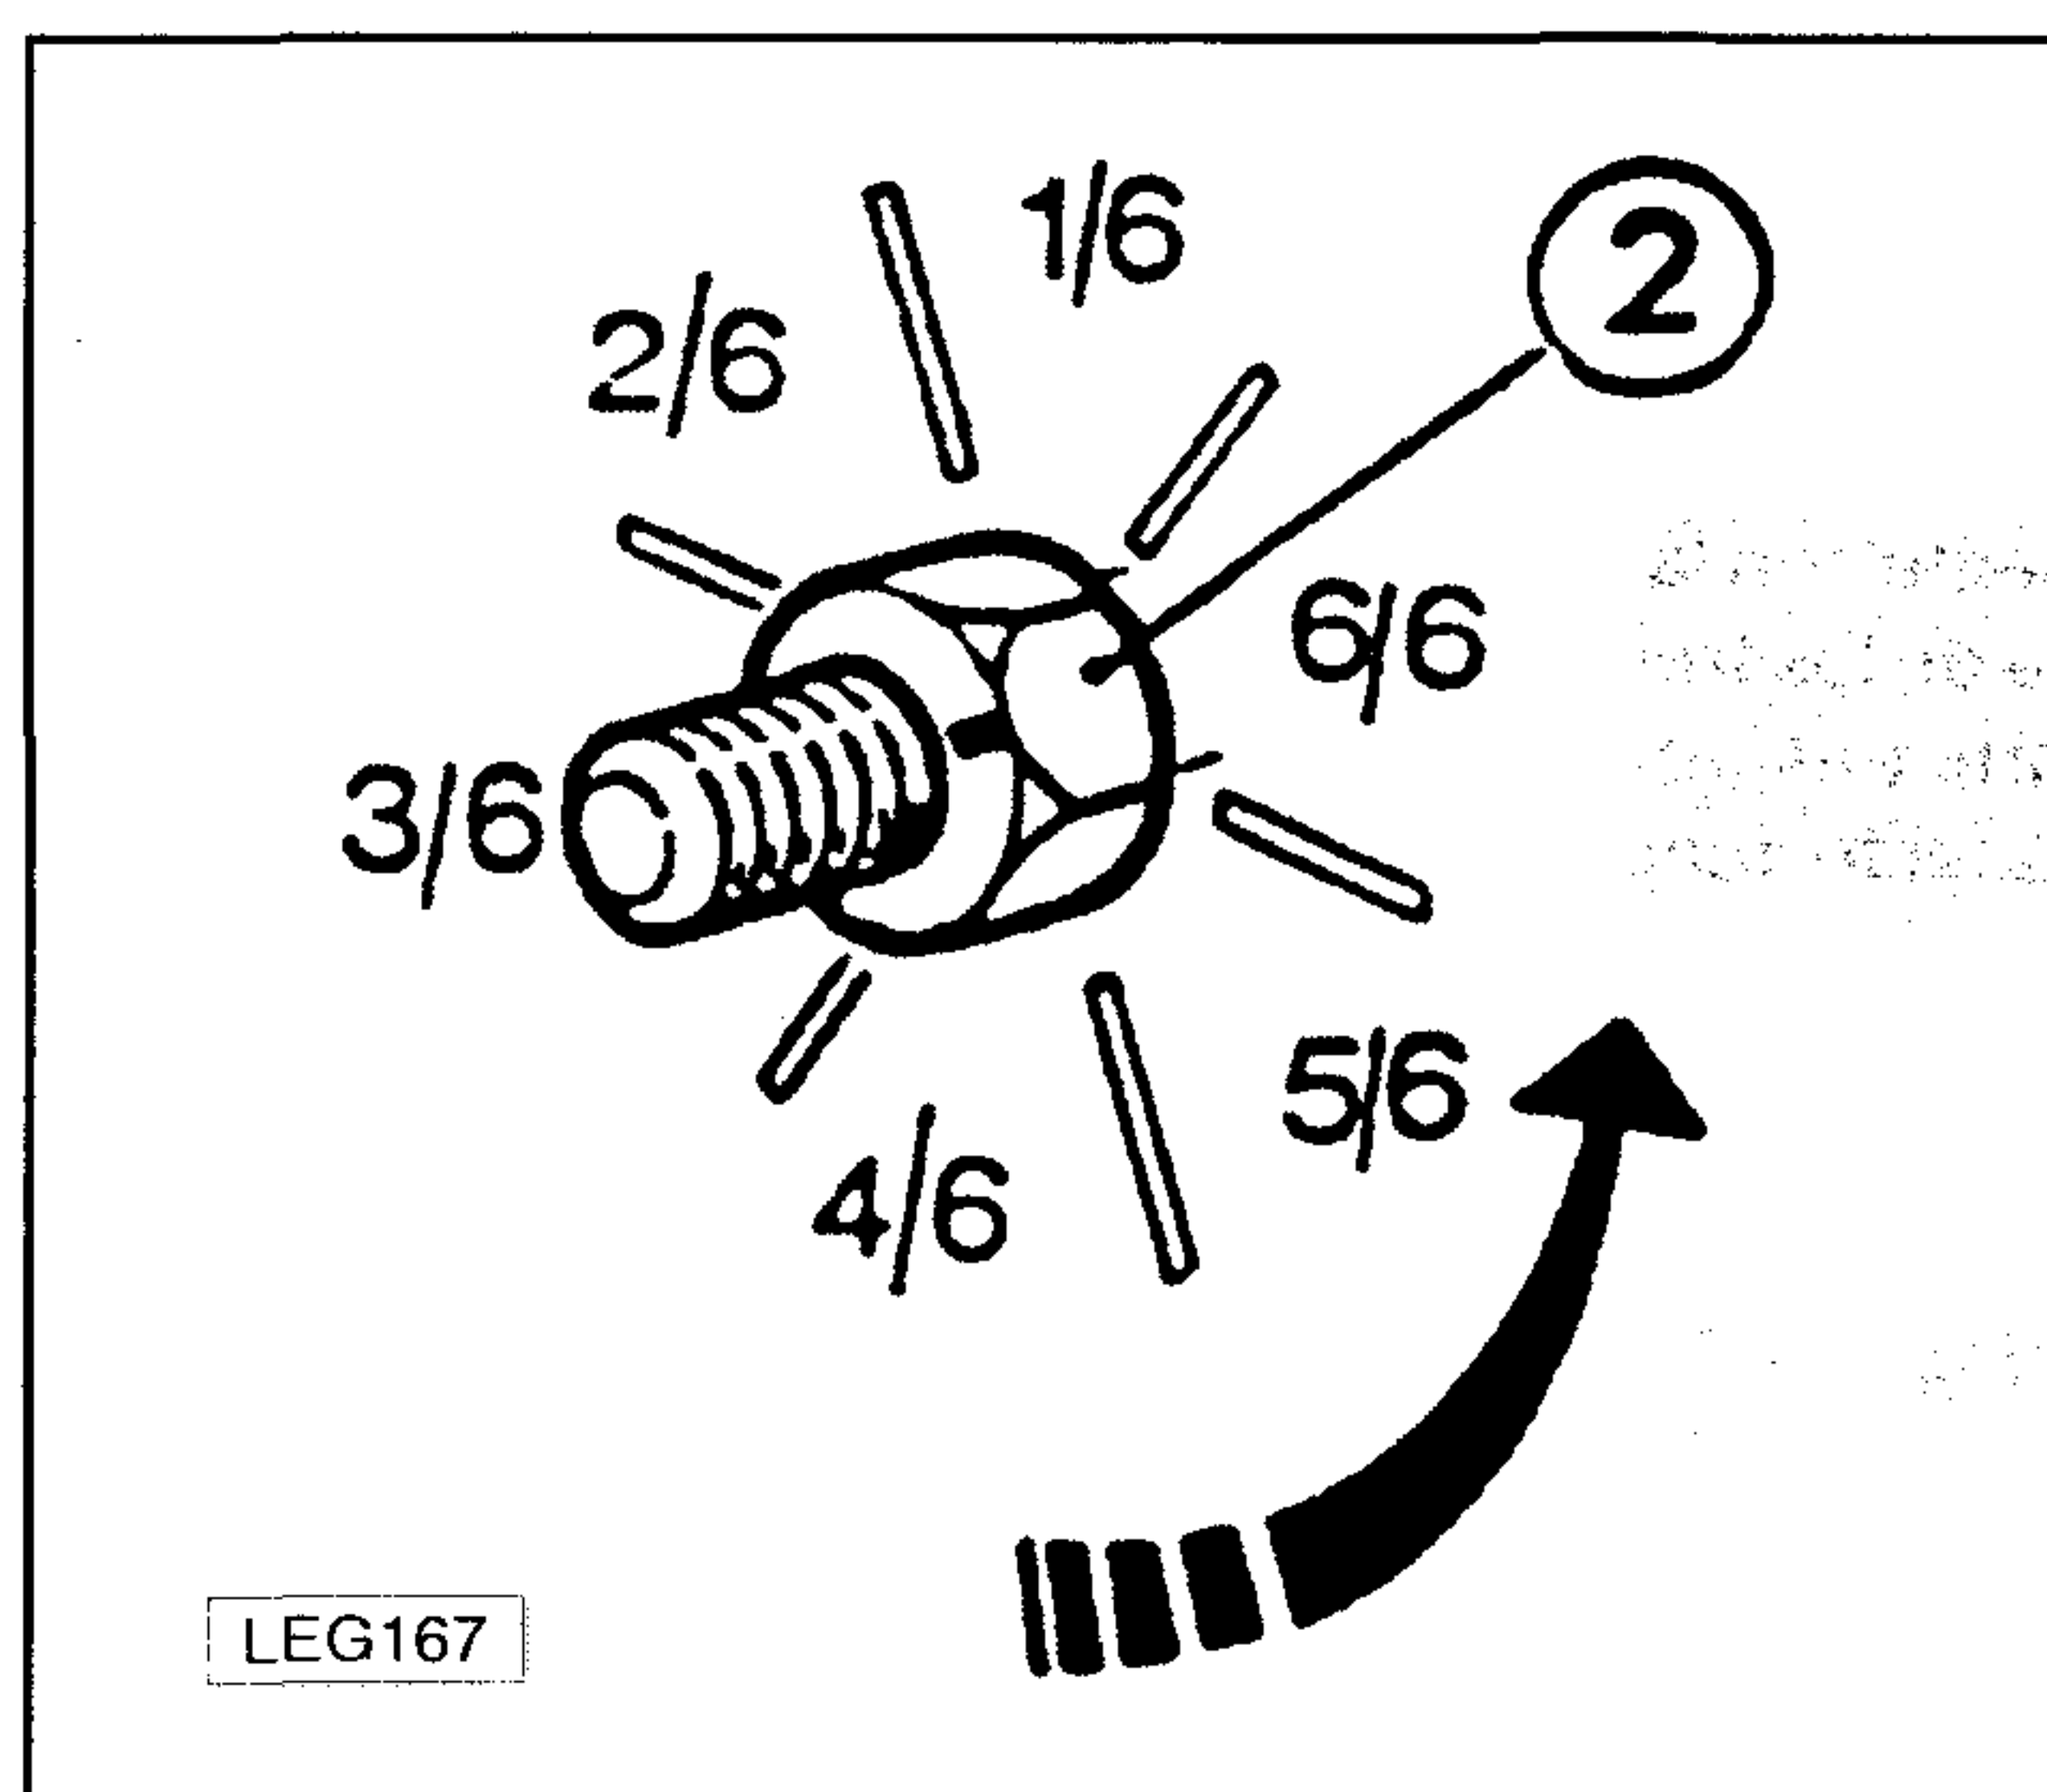
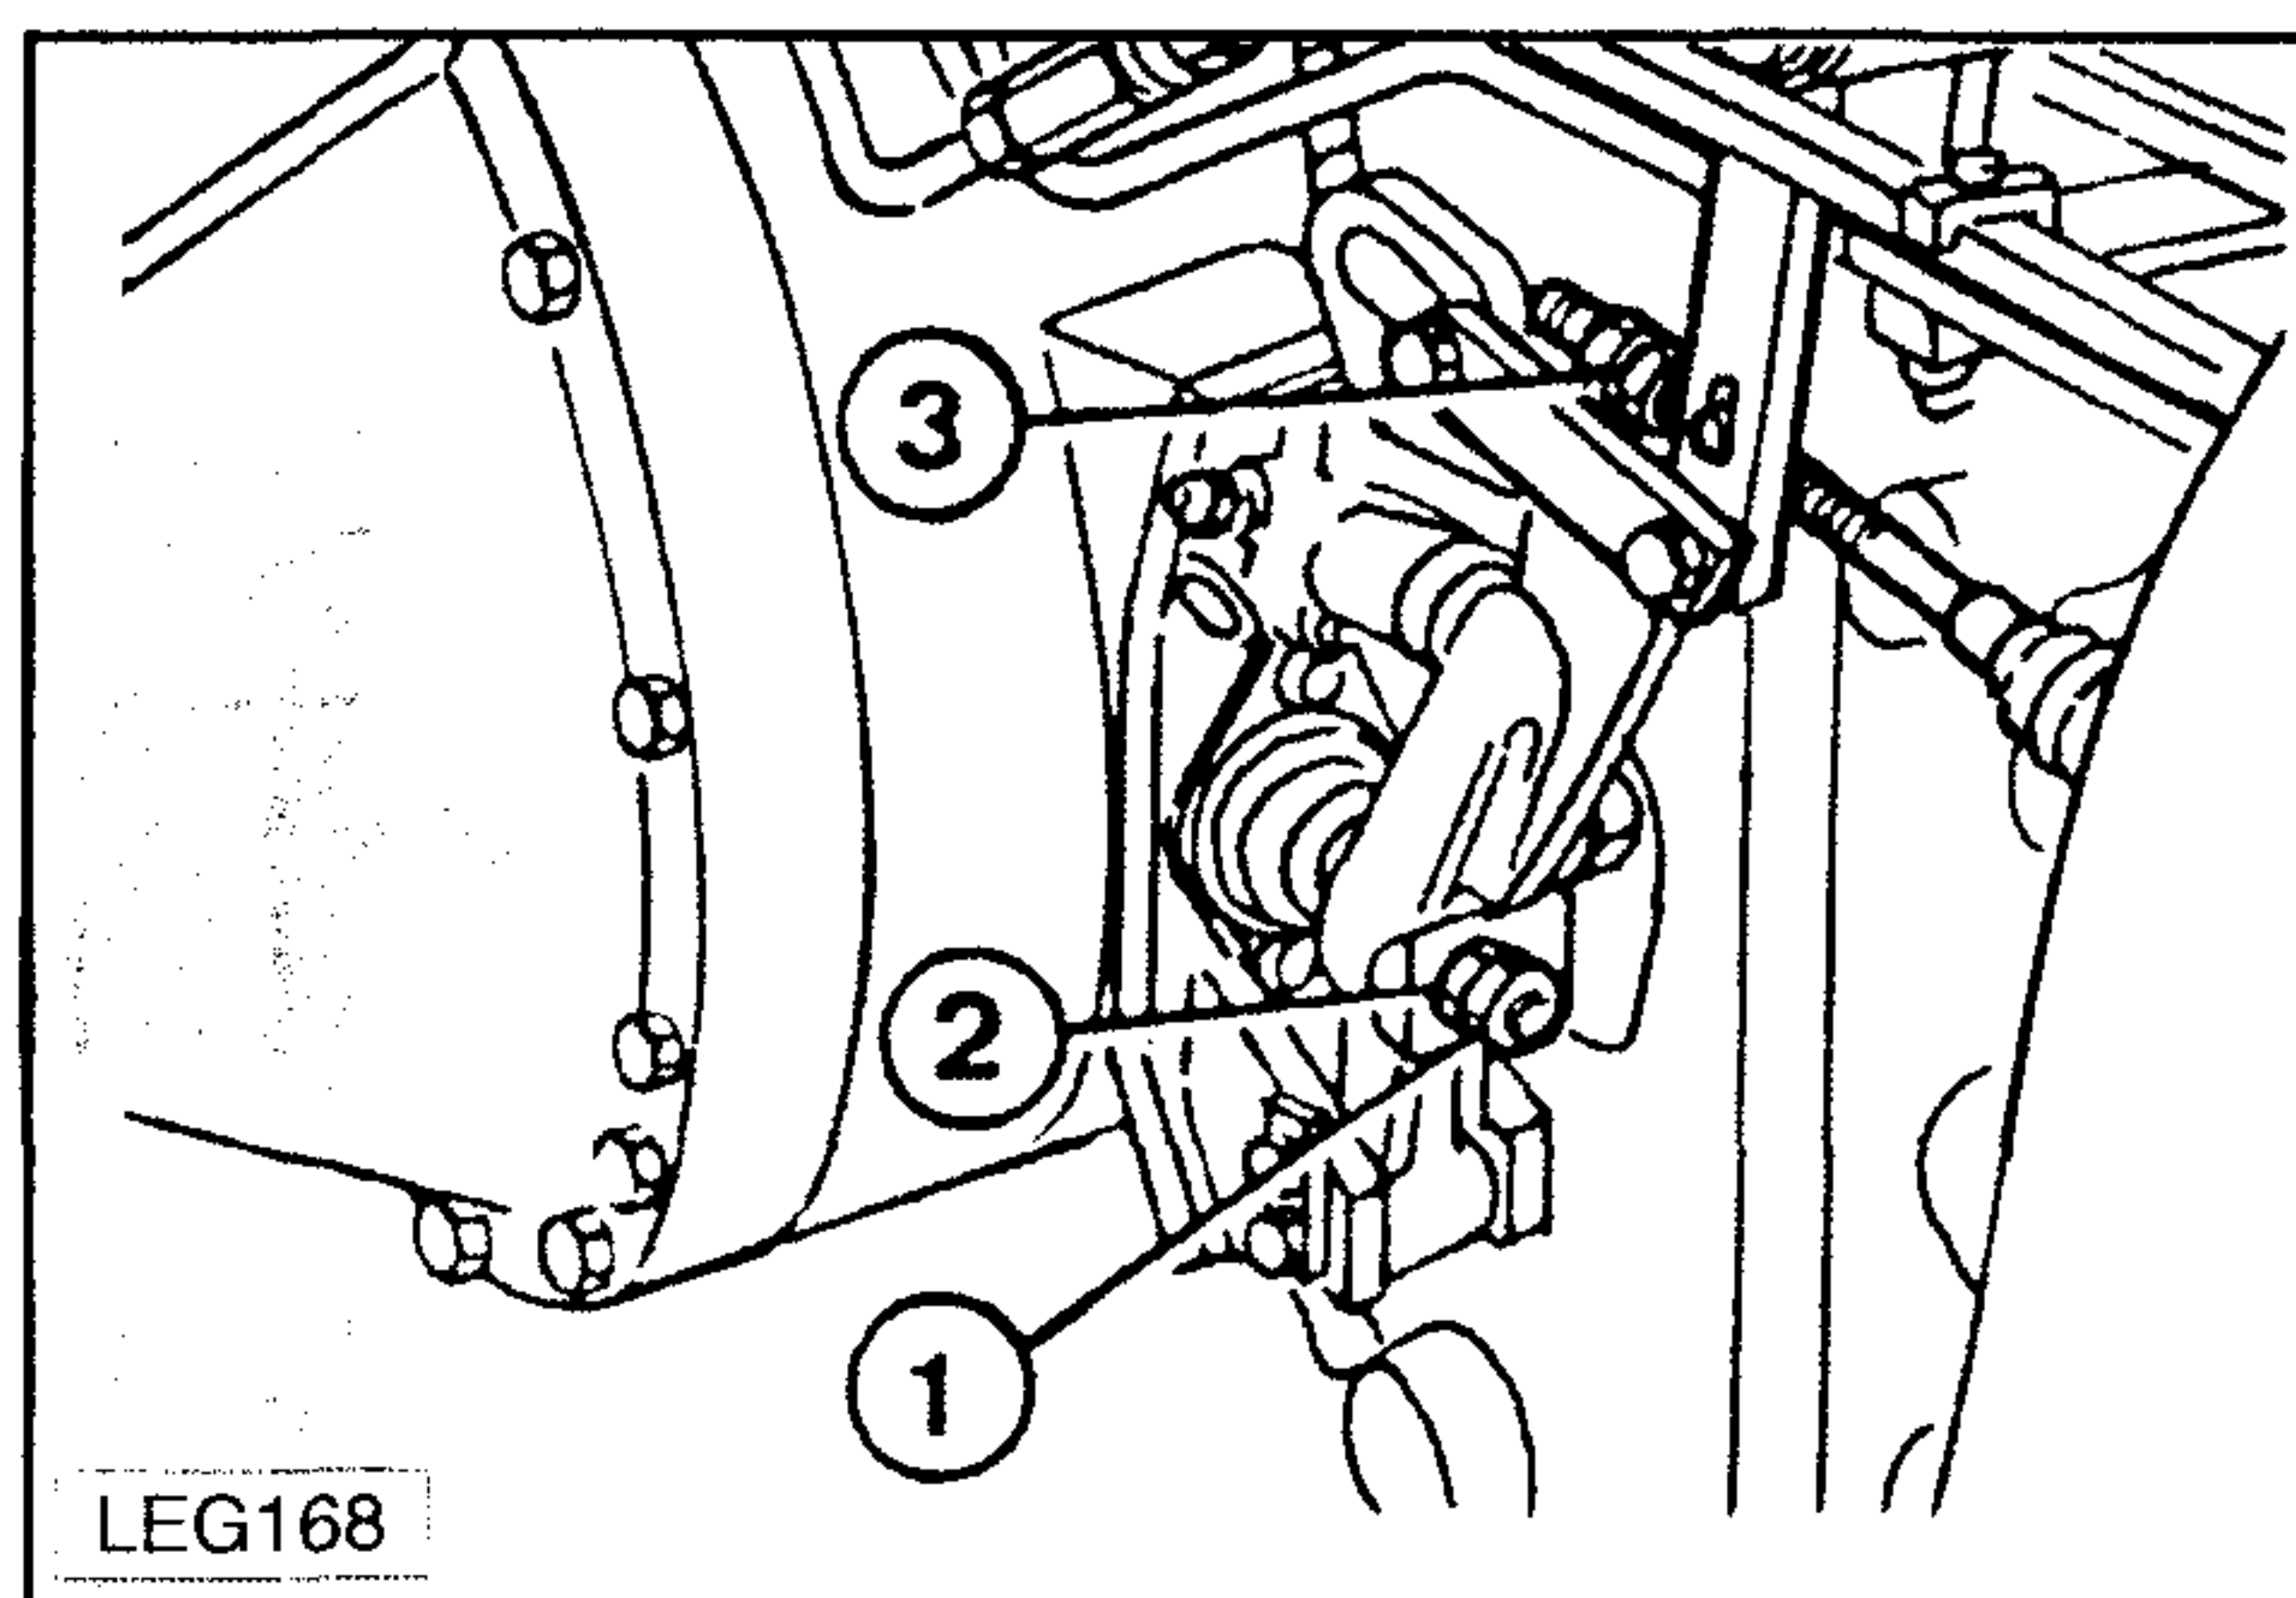

Fig. 5-29
Fig. 5-30
- 5 - Aflojar la contratuerca (1 - Fig. 5-30). Ajustar lentamente la tuerca de regulación (2 - Fig. 5-30) hasta que resulte posible girar la rueda manualmente.
- 6 - Hacer una marca de referencia en la tuerca de regulación y en el soporte, luego aflojar 1 + 4/6 de giro (ver Fig. 5-29), es decir hasta que resulte posible girar libremente la rueda. Bloquear luego la regulación con la relativa tuerca de bloqueo (1 - Fig. 5-30).
Una vez regulado el juego de los pedales de mando frenos es posible regular la carrera libre de la palanca de mando del freno de estacionamiento con la tuerca de regulación (3 - Fig. 5-30) presente en la palanca mando frenos lado derecho del tractor, en modo que la palanca de mando intervenga después de 2 posiciones en el pulsador presente en la palanca misma.